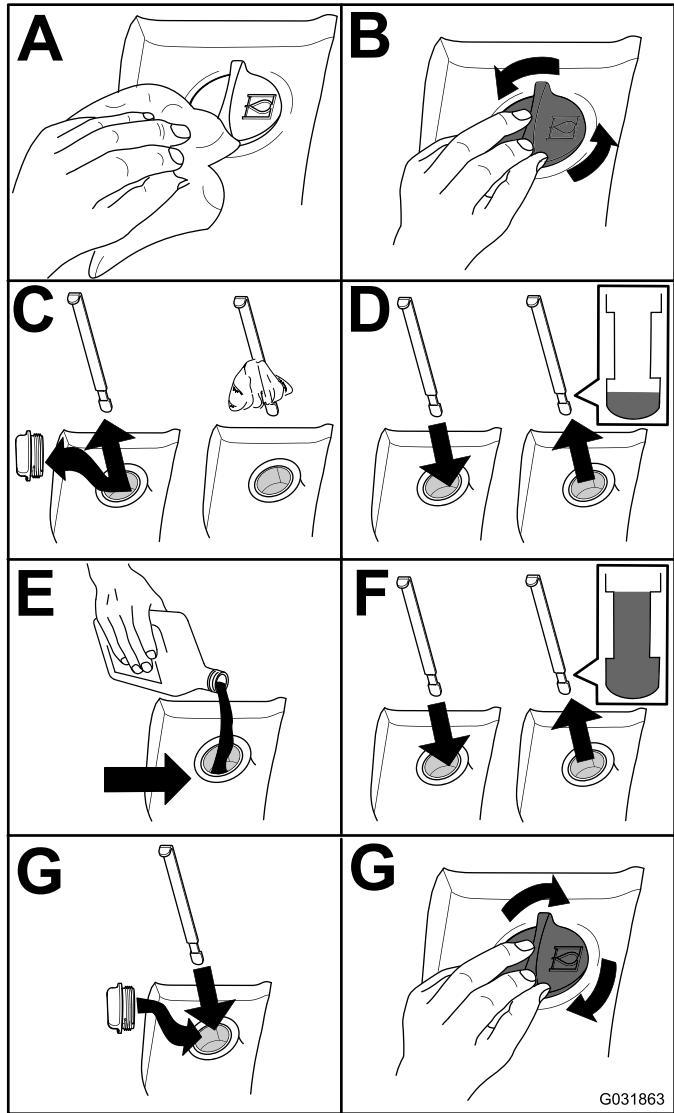

Рисунок 67
2. Проверьте уровень гидравлической жидкости (Рисунок 67).